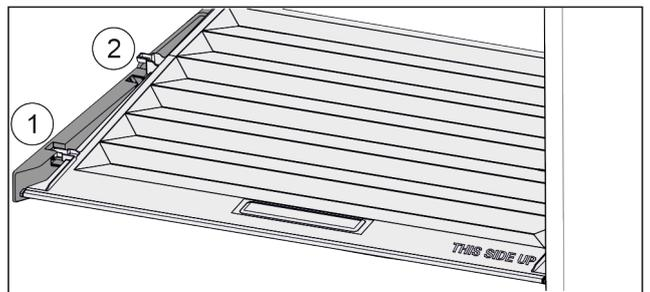

Fig. 80
- ▶ Tirer le couvercle vers l'avant jusqu'à l'orifice des pièces de retenue Fig. 80 (1).
- ▶ Le soulever par le bas à l'arrière et le sortir par le haut Fig. 80 (2).